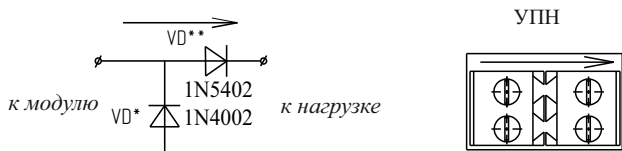

Рисунок 3
- УПН состоит из аналоговичных диодов, установленных на плату с клеммными колодками (рисунок 3). Дополнительные диоды необходимы для обеспечения функционирования цепей контроля соответствующего выхода в выключенном состоянии.